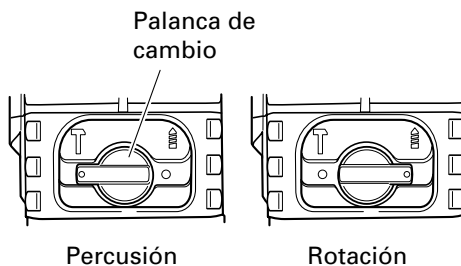

Fig. 9
6. Cambio de PERCUSION a ROTACION (Fig. 9)
Cuando cambie del modo de taladro de percusión al modo de taladro, podría suceder que la palanca de cambio no pueda girar con suavidad. (Fig.9)